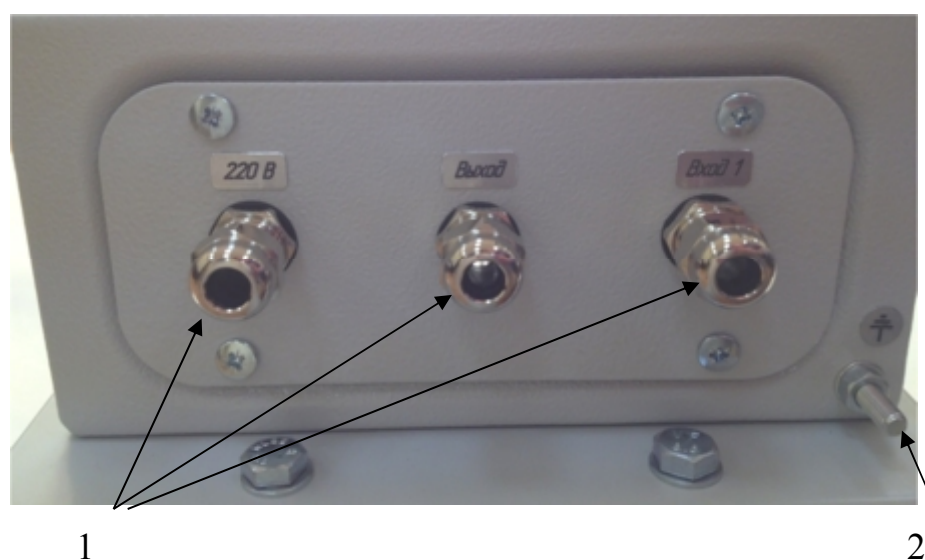

Рис.3 Вид на БПЭС со стороны кабельных вводов.
- соединить шпильку заземления 2 рис.3 с контактом заземления в месте установки БПЭС;
- закрутить гайки кабельных вводов поз. 1 рисунок 3 так, чтобы обеспечить плотный обжим кабелей.